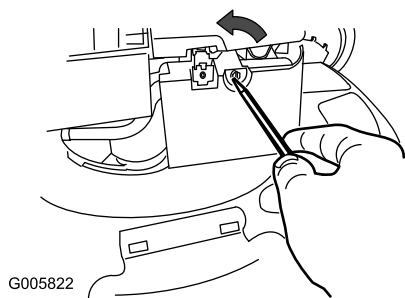

Рисунок 20
1. Используя отвертку, откройте крышку воздушного фильтра (Рисунок 20).